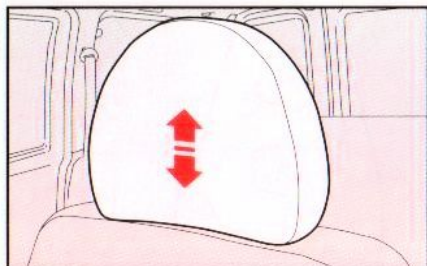

Abb. 61
- mit Verstellung in Höhe, **Abb. 61**.